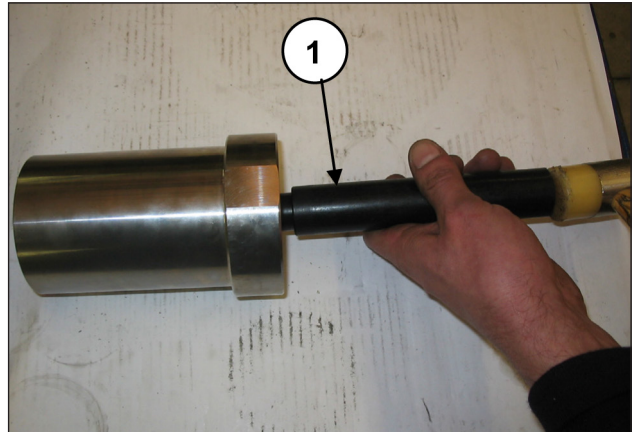
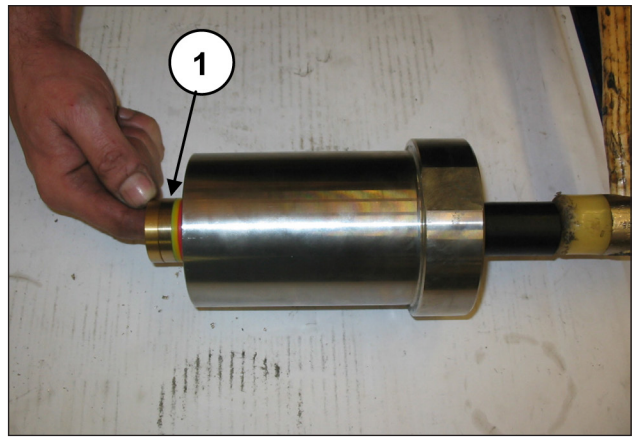

Fig. 128
Fig. 129
Une fois la chemise désassemblée du support des joints, utiliser une goupille en plastique (rep. ①, Fig. 128) pour chasser le lot HP (haute pression) (rep. ①, Fig. 129).
Remplacer le lot HP (rep. ①, Fig. 129) chaque fois que l'on procède au démontage.